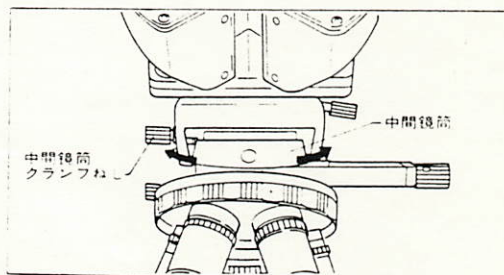
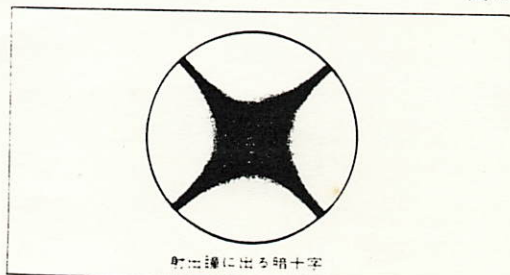

図12
図13
- 5) 中間鏡筒クランプねじを少し緩めて、中間鏡筒をわずかに回転させ(図12)、図13のような暗十字を出してからクランプねじで中間鏡筒を固定します。これはホラライザとアナライザを直角ニコルにすることで、本装置の基本性能を決定しますので、注意して固定して下さい。